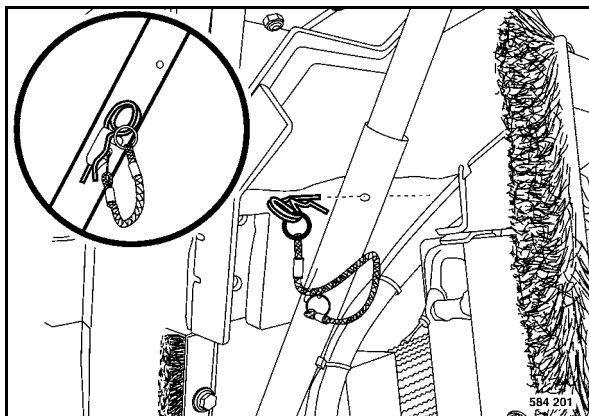

Fig. 58
- Sacar el pasador elástico (Fig. 58) de la fijación.